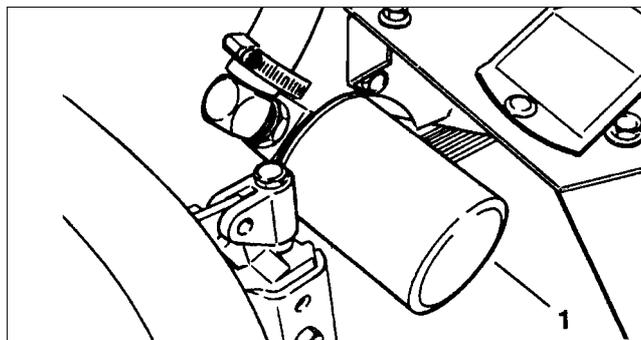

Fig. 30
2. Per cambiare il solo filtro togliere il coperchio del serbatoio ed inserire il tappo (Fig. 30) per bloccare l'uscita.